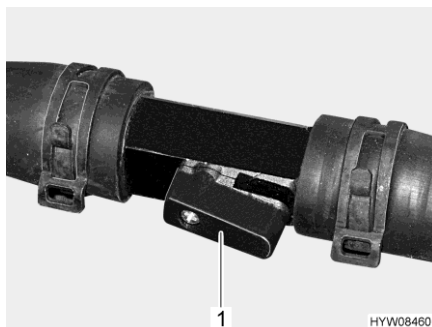

Fig. 179 Rubinetto di chiusura (aperto)
- Posizionare la leva (Fig. 179,1) parallelamente alla tubazione (Fig. 179). Più il rubinetto viene aperto, maggiore è la prestazione del riscaldamento.
- Posizionare la leva (Fig. 179,1) verticalmente rispetto alla tubazione. Il circuito di riscaldamento funziona mediante la tubatura di bypass.